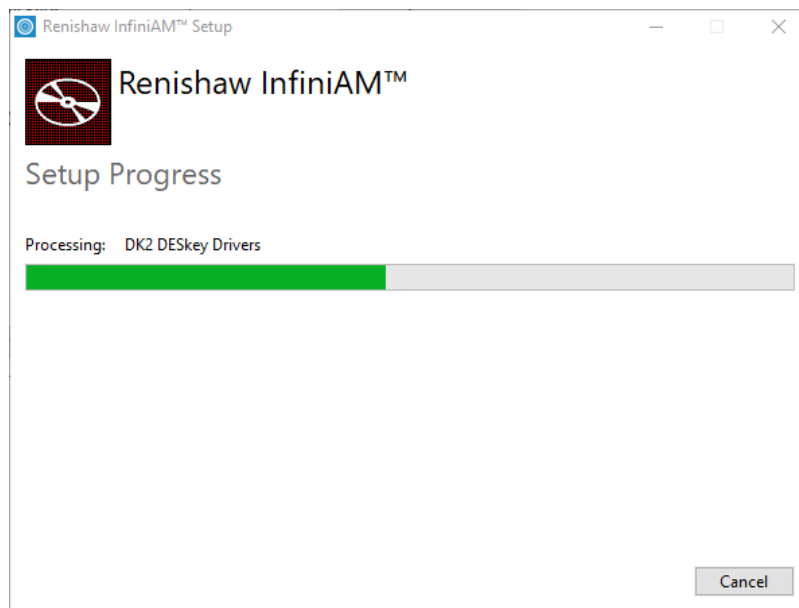

Figure 52 Barre de progression
5. Attendez que la barre de progression soit complète (voir la Figure 52).